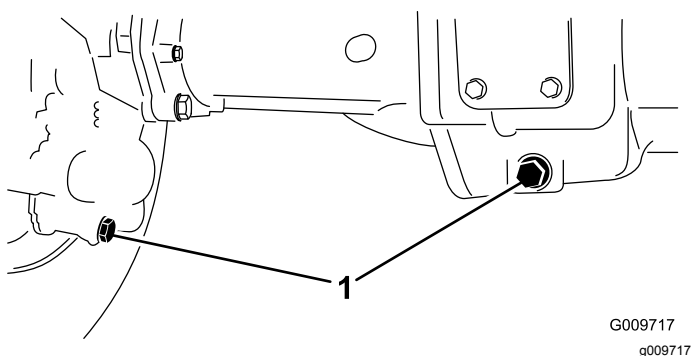

Figure 46
2. Nettoyez la surface autour des 3 bouchons de vidange, 1 à chaque extrémité et 1 au centre (**Figure 46**).